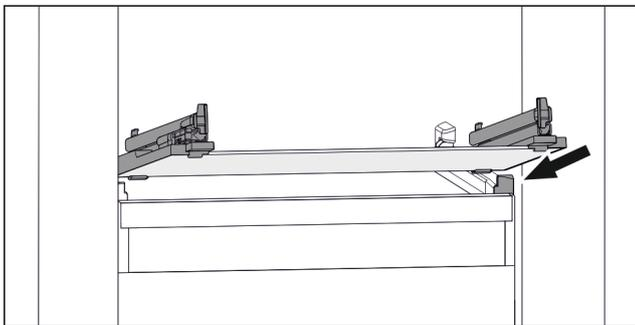

Fig. 103 Beispielhafte Darstellung der Glasplatte
- ▶ Glasplatte schräg hinter den Stopperrahmen aufsetzen. (siehe Fig. 103)